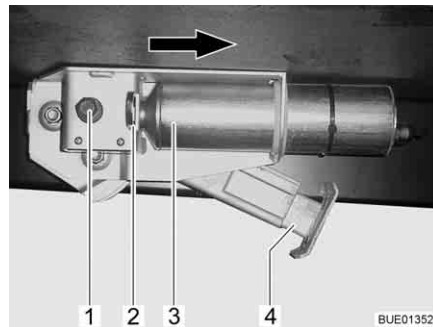

Fig. 30 Piedino di stazionamento elettrico sul veicolo
- Entro 2 secondi, premere il tasto "Estrazione piedino di stazionamento" (Fig. 29,3) e tenerlo premuto finché il piede di sostegno (Fig. 30,4) non appoggia sul pavimento.
- Entro 2 secondi, premere il tasto "Inserimento piedino di stazionamento" (Fig. 291) e tenerlo premuto finché il piede di sostegno (Fig. 30,4) non è completamente inserito. Quando il piedino di stazionamento è completamente inserito, viene emesso un segnale di controllo.
- Premere all'interno l'archetto di sicurezza (Fig. 30,2).
- Spostare il motore (Fig. 30,3) nella direzione della freccia fino alla battuta.
- Estrarre o inserire i piedini di stazionamento come piedini meccanici agendo sull'esagono (Fig. 30,1).
Se il disturbo è stato eliminato: Spingere il motore nella direzione inversa alla freccia fino alla sua posizione iniziale. Estrarre l'archetto di sicurezza (Fig. 30,2) fino all'arresto.